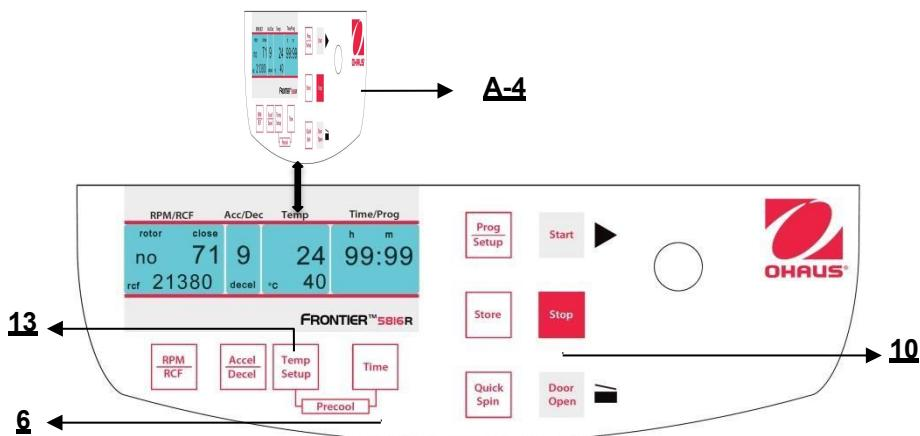

Figura 23
Se i campioni sono sensibili alla temperatura, è utile preraffreddare la centrifuga, il rotore e in ultimo i contenitori alla temperatura di funzionamento necessaria. Perciò, inserire il rotore desiderato e preimpostare la rispettiva temperatura. Si avvia il ciclo premendo simultaneamente i tasti **"Temp/Setup"** (13) (fare riferimento alla figura 23) e **"Time"** (6). Durante il funzionamento, il gruppo sceglie automaticamente una velocità di rotazione equivalente al 20% della velocità di rotazione del rispettivo rotore. Dopo aver raggiunto la temperatura preimposta, è possibile lasciare il ciclo di preraffreddamento con il tasto **"Stop"** (10).
Chiudere il coperchio della centrifuga Adesso procedere come descritto in precedenza per impostare tutti i parametri di ciclo importanti. Se il coperchio non è chiuso quando si salva il programma, sul display "**RPM/RCF**" (A-1), lampeggiano alternativamente le parole "**FirSt**" e "**CLOSE Lid**" (Vedere figura 23). Se si vuole avviare il ciclo senza salvare il programma, sul display "**RPM/RCF**" (A-1) lampeggiano alternativamente le parole "**First**" e "**PrESS StorE**" (Vedere figura 26) .